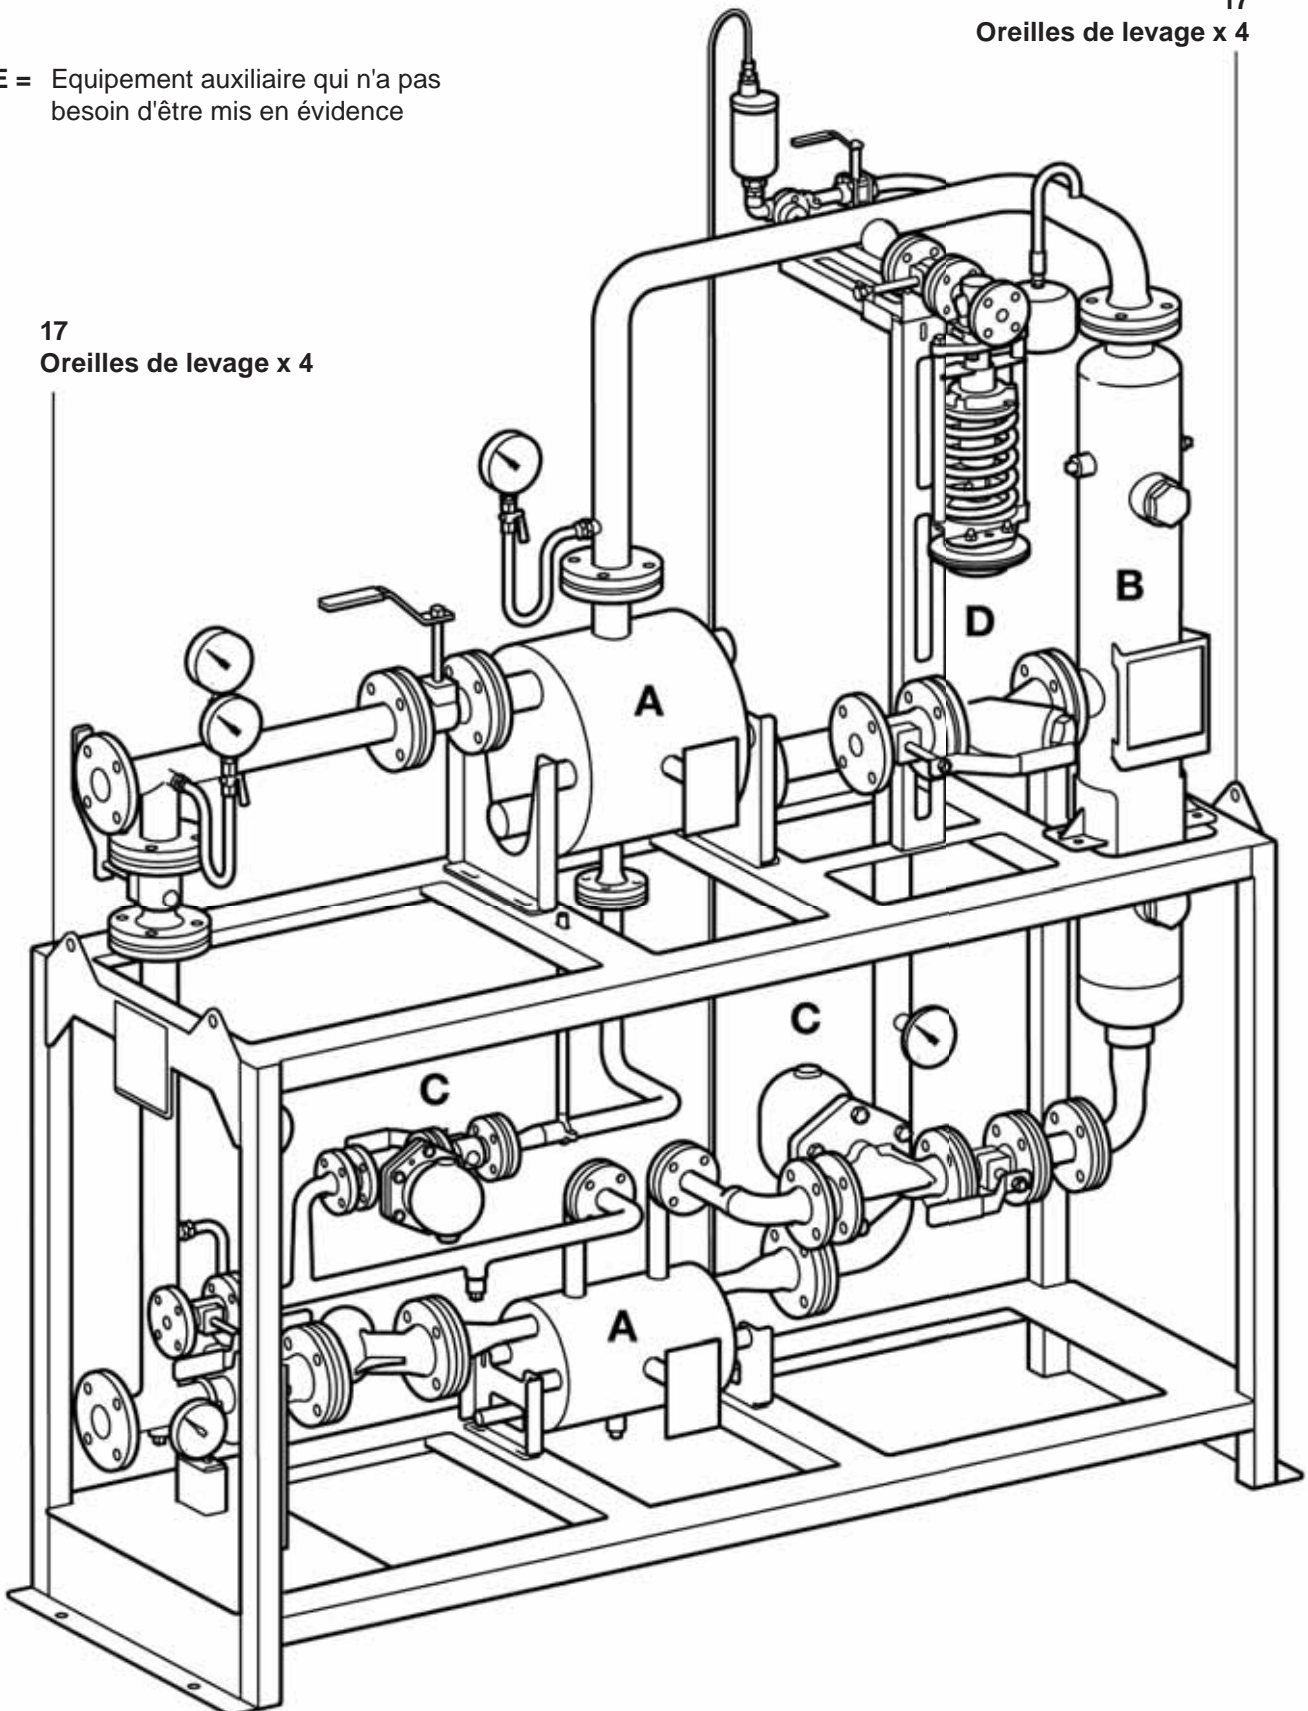

Fig. 1 - Système de récupération d'énergie de la vapeur de revaporisation
1.13. Levage (Fig. 1)
Le Spirax FREME doit être levé par des appareils de levage appropriés, à partir de la base, ou à partir des oreilles de levage fournies (voir Rep. 17, Fig. 1), mettre en place et boulonner au sol. Noter que :
Le Spirax FREME est composé des différents principaux éléments (voir Fig. 1) :